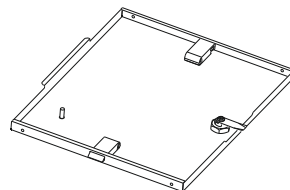

Рисунок 11
4.2.2 Вставьте в отверстие боковой панели замок, предварительно скрутив с него гайку. Закрепите замок на боковой панели гайкой (рисунок 11).